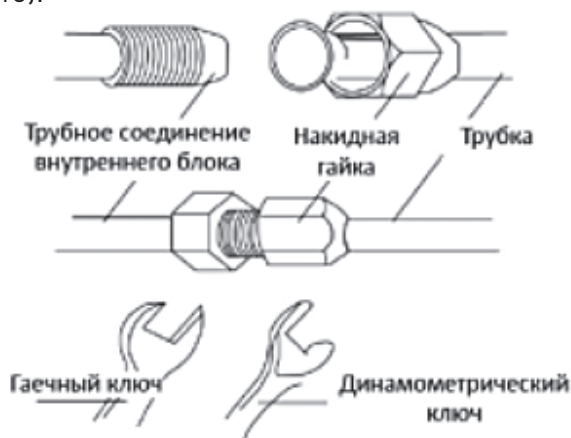

Рис. 18
- Затем необходимо затянуть гайки динамометрическим ключом с соответствующим моментом затяжки до щелчка (см. рис. 18).